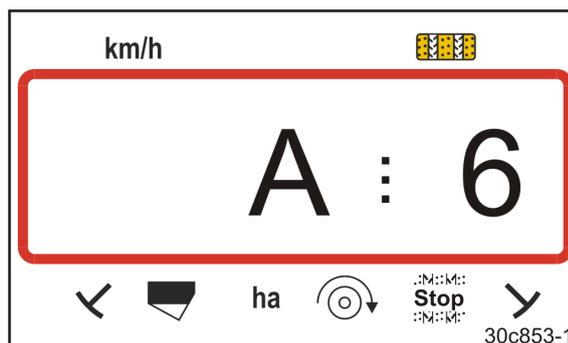

Fig. 47
- se muestra la indicación (Fig. 47)